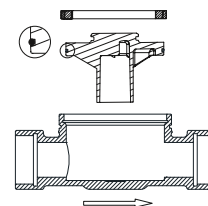

Abb. 1
- 6.4. Nach Abkühlen den Deckel mit aufgezogenem O-Ring einsetzen. **Unbedingt darauf achten, dass der O-Ring in der Nut des Deckels richtig positioniert ist (Abb. 1). Den Deckel sorgfältig dicht schrauben.**